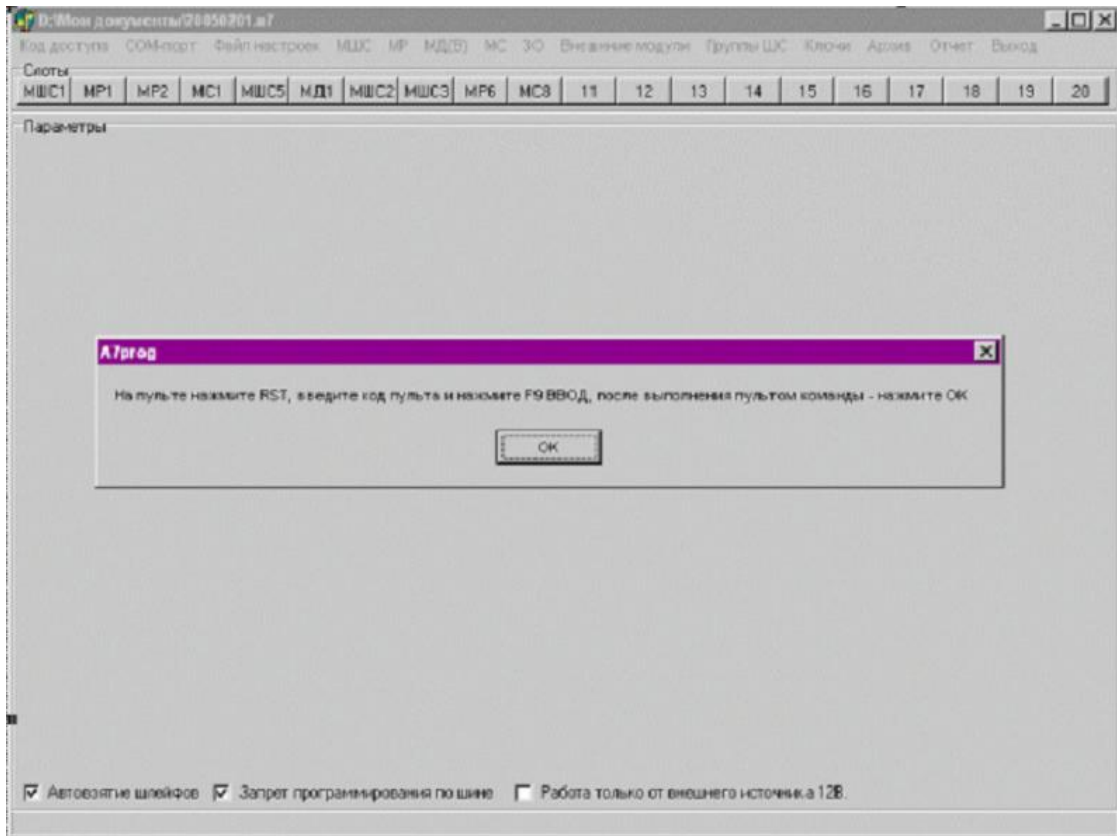

Рис. 23
– **для ввода в прибор кодов ключей доступа электромонтеров и ГЗ** нажать кратковременно клавиши **F 9 ВВОД** пульта ввода. Индикатор **ГОТОВ** пульта ввода должен начать мигать, а через 6-7 с снова светиться непрерывно. После выполнения пультом ввода команды необходимо нажать кнопку «ОК» появившегося в основном окне программы диалогового окна (рисунок 23);